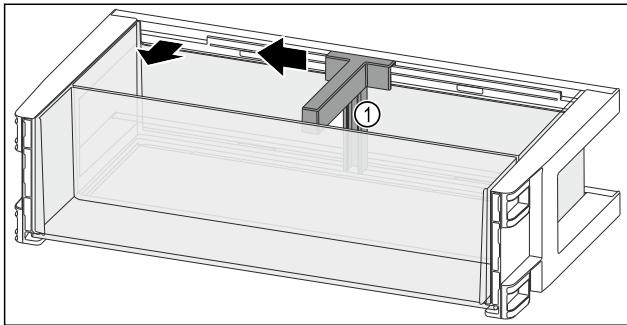

Fig. 112
- Pousser le porte-bouteilles Fig. 112 (1) sur le côté jusqu'à l'évidement.
- Retirer le porte-bouteilles Fig. 112 (1).